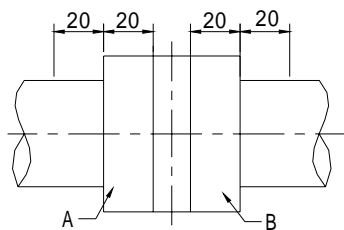
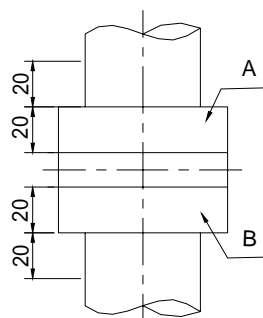

图 3
图 4
6.1 采用连续加热方式对套管 A 区域及靠近套管 A 区域的管子进行均匀加热，温度控制在 $620 \sim 760$ ，当液体银焊丝均匀渗出套管即可停止加热。水平位置加热区域见图 3，垂直位置加热区域见图 4。